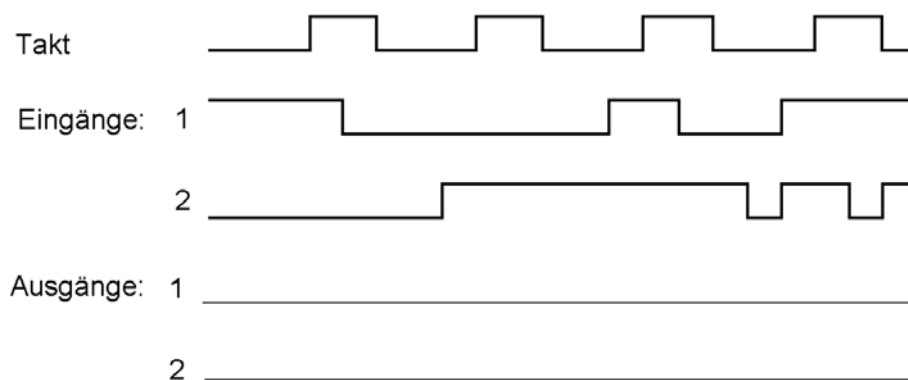

Abb. 17
17. An einem Latch-Register liegen Eingangssignale gemäß Abb. 17 an. Welche Signalverläufe erscheinen an den Ausgängen? (Einzeichnen.)